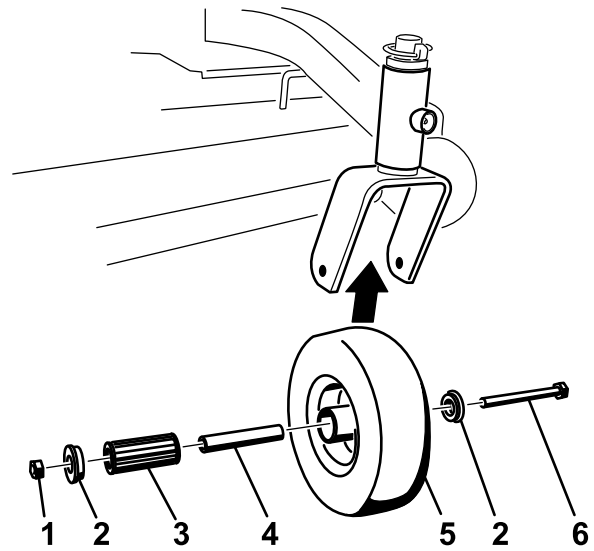

Bild 35
1. Entfernen Sie die Sicherungsmutter und die Radschraube, mit denen das Laufrad an der Laufradgabel befestigt ist (Bild 35).
2. Entfernen Sie eine Büchse und ziehen Sie dann die Steckbüchse sowie das Rollenlager aus der Radnabe heraus (Bild 35).
3. Entfernen Sie die andere Büchse aus der Radnabe und entfernen Sie Fett- und Schmutzrückstände von der Nabe (Bild 35).
4. Prüfen Sie das Rollenlager, die Büchsen, die Spannbüchse und die Innenseite der Radnabe auf Abnutzung. Tauschen Sie abgenutzte und beschädigte Teile aus (Bild 35).
5. Stecken Sie zum Zusammenbauen eine Büchse in die Radnabe. Fetten Sie das Rollenlager und die Vierkantbüchse ein und schieben beide in die Radnabe. Stecken Sie die zweite Büchse in die Radnabe (Bild 35).
6. Bringen Sie das Laufrad in der Laufradgabel an und befestigen Sie es mit der Radschraube und Sicherungsmutter. Ziehen Sie die Sicherungsmutter so weit fest, dass die Vierkantbüchse auf die Innenseite der Laufradgabeln trifft (Bild 35).